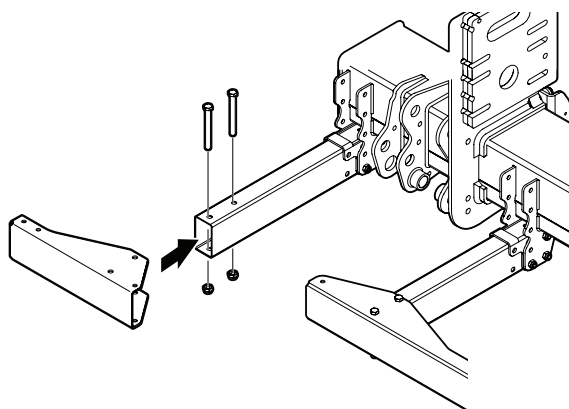

Bild 52. Montering av yttre plåtprofil
4. Montera de yttre plåtprofilerna med 2 skruvar M12x110 vardera. Se Bild 52.